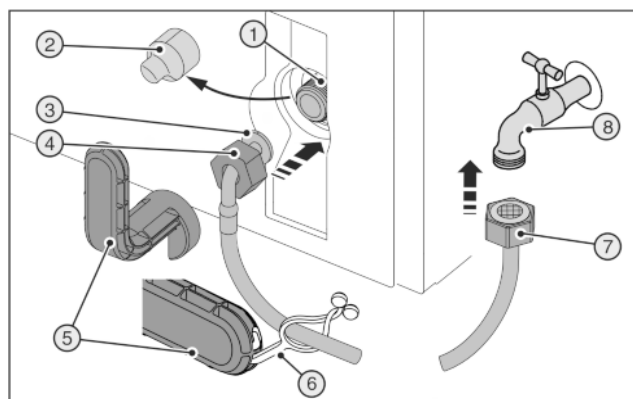
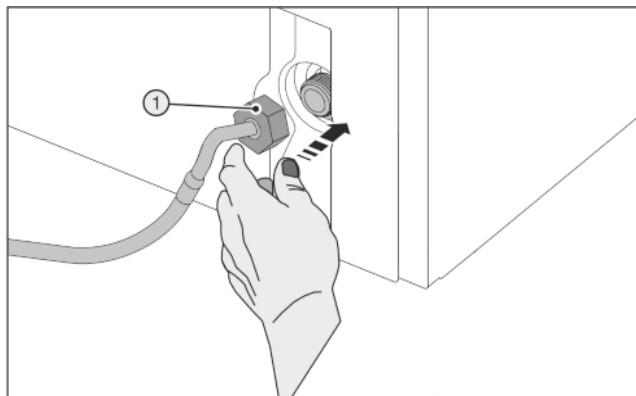

Fig. 48
Fig. 49
Rozbite urządzenie pomocnicze Fig. 48 (5)!
- ▶ Narzędzie pomocnicze Fig. 48 (5) stosować wyłącznie w temperaturze pokojowej.
- ▶ Zdjąć osłonę Fig. 48 (2).
- ▶ Ułatwiony montaż: Prosta końcówkę węża Fig. 48 (7) ułożyć na podłożu, po lewej stronie.
- ▶ Nasunąć nakrętkę Fig. 48 (4) na zagiętą końcówkę węża Fig. 48 (3) do końca i przytrzymać.
- ▶ Ostrożnie umieścić nakrętkę Fig. 49 (1) i przykręcić prosto dwoma palcami na gwincie, aż do uzyskania pewnego mocowania.
- ▶ Nakrętkę Fig. 49 (1) dokręcić przy użyciu narzędzia pomocniczego Fig. 48 (5) w kierunku zgodnym z ruchem wskazówek zegara do momentu osiągnięcia maksymalnego momentu obrotowego i przekręcenia narzędzia pomocniczego Fig. 48 (5).
- ▶ Przykręcić nakrętkę Fig. 48 (7) do zaworu odcinającego Fig. 48 (8).
- ▶ Nakrętkę Fig. 48 (7) dokręcić przy użyciu narzędzia pomocniczego Fig. 48 (5) w kierunku zgodnym z ruchem wskazówek zegara do momentu osiągnięcia maksymalnego momentu obrotowego i przekręcenia narzędzia pomocniczego Fig. 48 (5).
- ▶ Otworzyć zawór odcinający Fig. 48 (8) zasilania wodą i sprawdzić szczelność całego systemu wodnego.
- ▶ Nakładkę Fig. 48 (6) zaczepić w narzędziu pomocniczym Fig. 48 (5) i przymocować do węża z pancerzem ze stali nierdzewnej w celu przechowania.